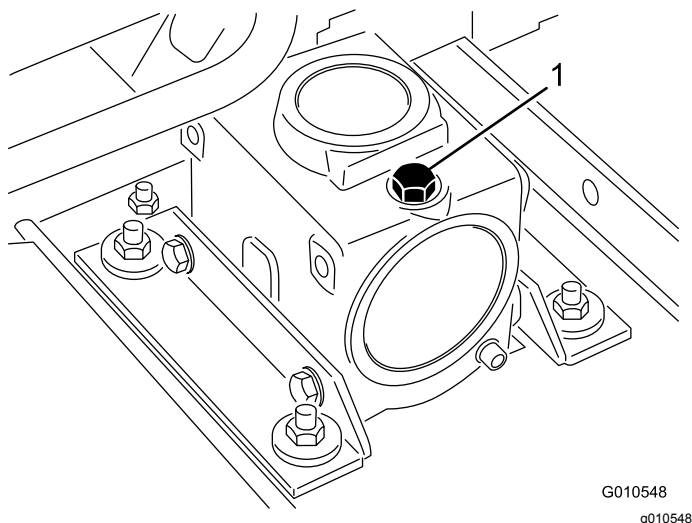

Figura 22
2. Retire a vareta/tampão de enchimento da parte superior da caixa de velocidades (Figura 22) e verifique se há lubrificante entre as marcas da vareta. Se o nível de lubrificante estiver baixo,